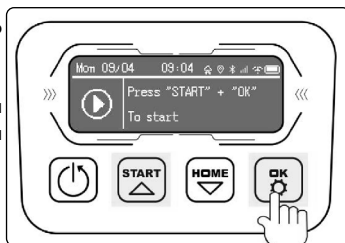

Рис. 20
- B. На панели управления робота последовательно нажмите START+OK. (Рис. 20).